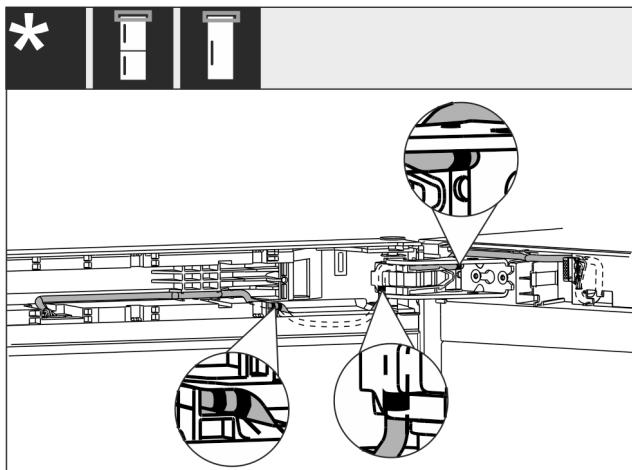

Fig. 30
- ▶ Vendosja e kabllot bëhet siç tregohet në figurën Fig. 30 ().